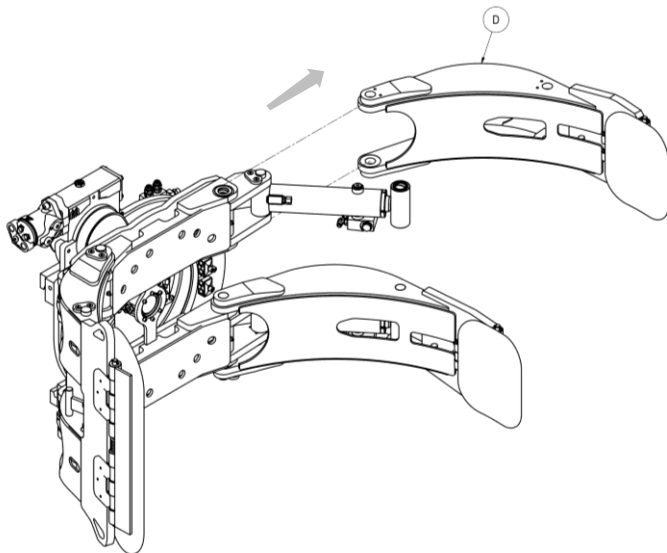

Figure 3
5. À l'aide de courroies et de chaînes, retirer en toute sécurité la mâchoire « D », effectuer l'opération également sur les autres mâchoires présentes Figure 3.